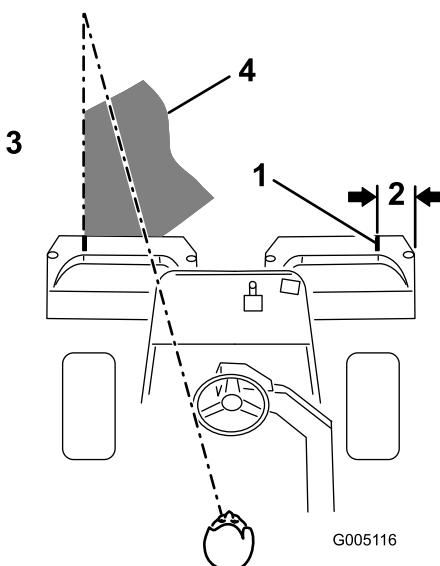

Figura 39
- Sobreponha uma quantidade mínima com o corte anterior nas passagens adicionais. Para cortar em linha recta ao longo do relvado e de modo a conseguir manter uma distância equitativa entre a extremidade da zona de corte anterior, estabeleça uma linha imaginária de aproximadamente 1,8 a 3 metros à frente da máquina até a extremidade da zona por cortar (Figura 39). Alguns utilizadores acham útil incluir a borda exterior da roda motriz na linha imaginária; por exemplo, mantenha a extremidade da roda motriz alinhada com um ponto que se mantém sempre à mesma distância da dianteira da máquina (Figura 39).